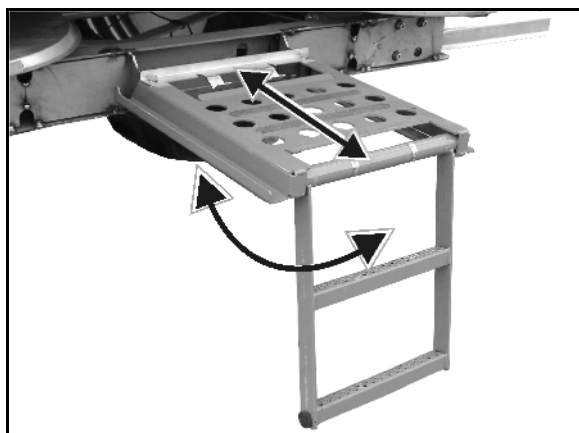

図 40
- 上る際には、踏み台付き梯子を後方に引き出して、梯子を下に展開します（図 40）。